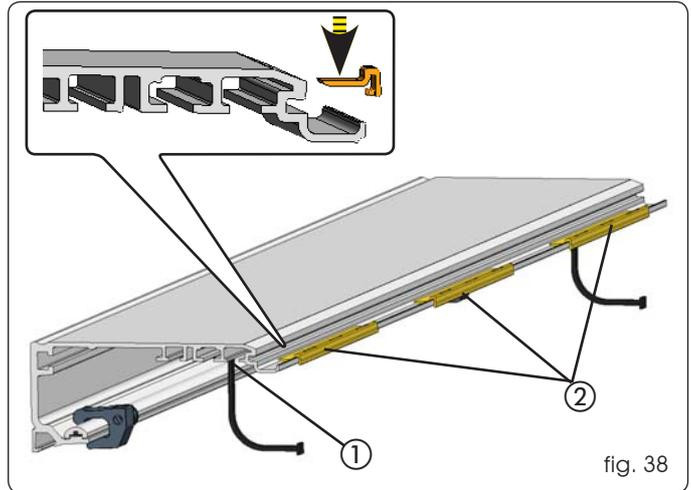

fig. 38
Vérifier la présence et éventuellement fixer les fils parachute aux deux extrémités du profil de soutien en logeant la plus grande extrémité du fil dans les logements prévus à cet effet (fig. 38 réf. ①).
Vérifier la présence et éventuellement insérer sur le bord externe du profil de soutien 3 entretoises anti-vibration (fig. 38 réf. ②), en les plaçant aux extrémités et au centre (pour des profils de plus de 3 mètres).